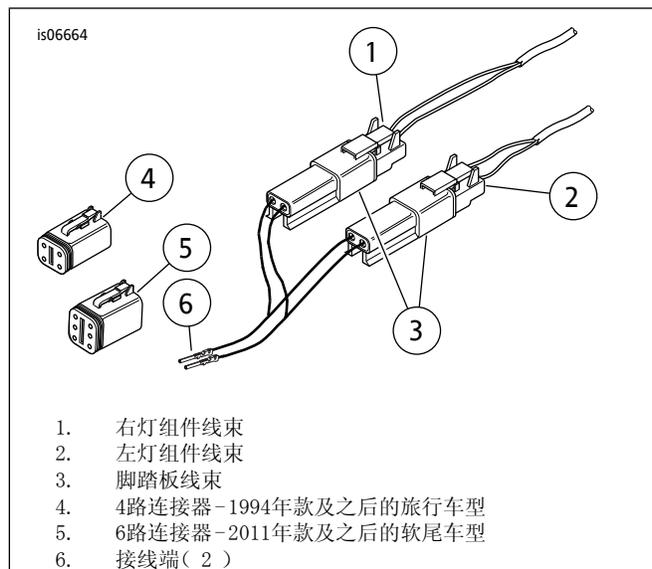

图10。电气连接-所有1994年款及之后车型
1. 参见图10。将4位Deutsch连接器安装至脚踏板线束。参见维修手册。
1. 参见图10。将6位Deutsch连接器（5）安装至脚踏板线束。参见维修手册。